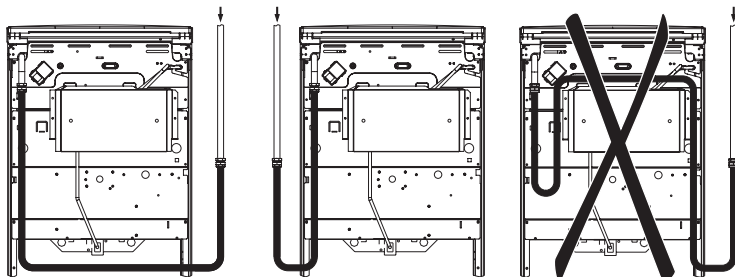

рис. 4
**Помните! После установки плиты на место обязательно проверьте положение гибкого шланга подвода газа и шнура питания (рис. 4). Они не должны проходить над дымоходом и касаться задней стенки плиты. Во время работы духовки там возникает высокая температура, которая может их повредить.**